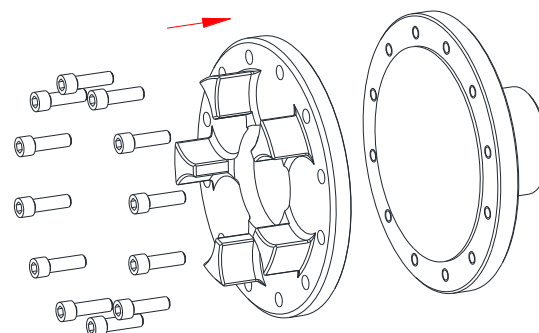
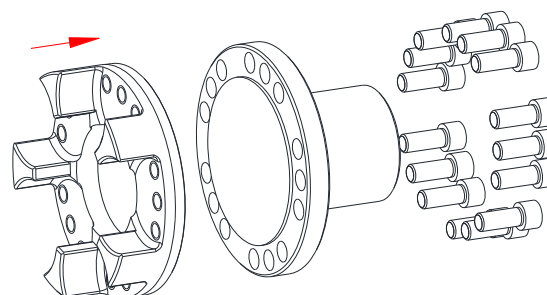

Fig. 21 : Montage de la flasque d'entraînement (type CF)
Fig. 22 : Montage de la flasque d'entraînement (type CFN)
- Placer la bride d'entraînement devant la flasque du moteur ou du récepteur (voir Fig. 21 type CF et Fig. 22 type CFN).